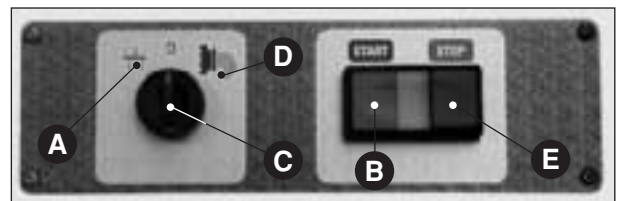

Abb. 11
- die Maschine anhalten, indem der Schalter auf die Position "0" (**Abb. 11 C**) gebracht und dann für 10-15 Sekunden auf die Position Kneten **⚡** (**Abb. 11 A**) gedreht wird, um den durch das Produkt erzeugten Druck auf dem Zieheisen zu beseitigen;
- schließlich den Schalter wieder auf "0" stellen (**Abb. 11 C**), oder den stopknopf drücken (**Abb. 11 B**);
- Auf der Position "0" (Abb. 11 C) müssen alle Maschinenteile stillstehen; in Position "Ziehen" (Abb. 11 D) dreht sich das Mischgerät in eine Richtung; die Schnecke muß sich in dieselbe Richtung drehen (durch die Deckelöffnungen kontrollieren); in Position "Mischen" (Abb. 11 A) müssen die Teile in die entgegengesetzte Richtung drehen.